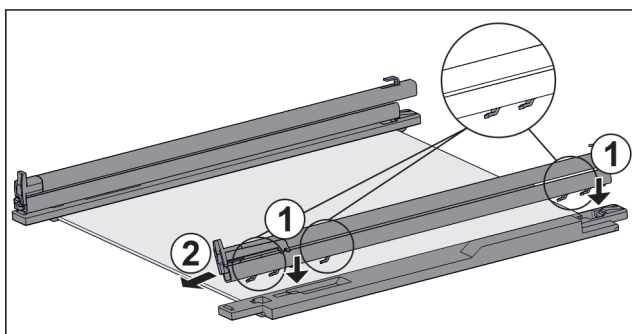

Fig. 104 Skleněná deska s kolejničkami a přídržnými díly
- ▶ Nasadte háčky kolejničky na otvory **levého** přídržného dílu. Fig. 104 (1)
- ▶ Vytáhněte kolejničku dopředu. Fig. 104 (2)
- ▶ Nasadte háčky kolejničky na otvory **pravého** přídržného dílu. Fig. 104 (1)